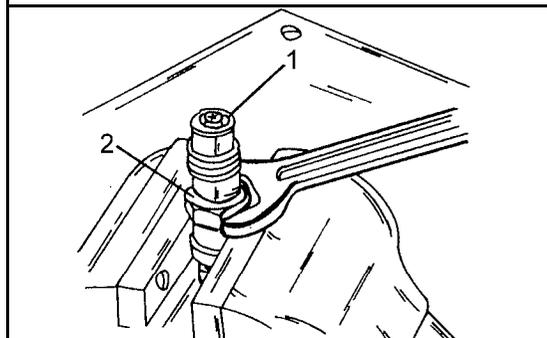

Bild 222
- Den Düsenhalter so in einen Schraubstock einspannen, dass die Lecköleleitungsanschlüsse nicht beschädigt werden und die Überwurfmutter abschrauben (Bild 222).